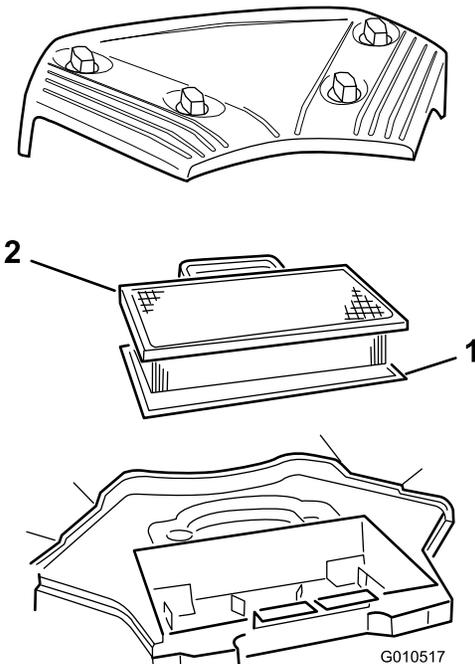

Figura 23
1. Pomo (4)
3. Retire el filtro de papel y el de gomaespuma (Figura 23).